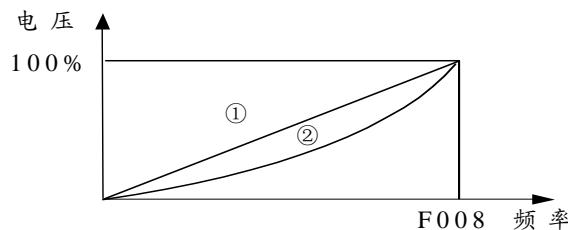

图 6-10 自动节能运行
设定变频器的自动节能模式, F115=1 时, 随着负载的变小(即电机处于轻载运行时), 变频器通过检测负载电流, 适当调整输出电压, 达到节能运行的目的。此功能对风机、泵类、平方转矩负载的节能效果非常明显, 但不适用于负载变动频繁或运转中已接近满载运行的电机。图 6-10 中①V/F 恒定, ②节能运行。